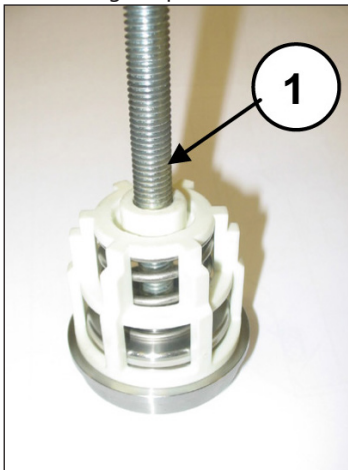

Fig. 37
- Smontare i gruppi valvola di aspirazione e mandata avvitando una vite M10 sufficientemente lunga in modo di poter agire sul piattello valvole ed estrarre il guida valvola dalla sede valvola (Fig. 37, pos. ①).